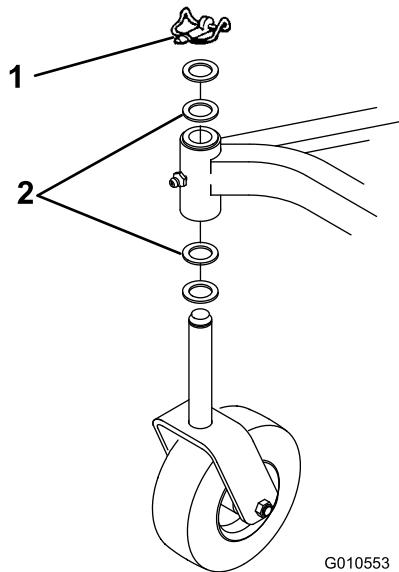

Bild 26
- A. An Mähwerken, die normal mit einer Schnitthöhe von 25 bis 51 mm eingesetzt werden, sollten Sie die niedrige Seite des Mähwerks anheben. Entfernen Sie den Klappstecker, mit dem das Laufrad am niedrigen Ende befestigt ist (Bild 26) und entfernen es.
Klappstecker des Laufrads am hohen Ende der Maschine und nehmen es ab (Bild 26).